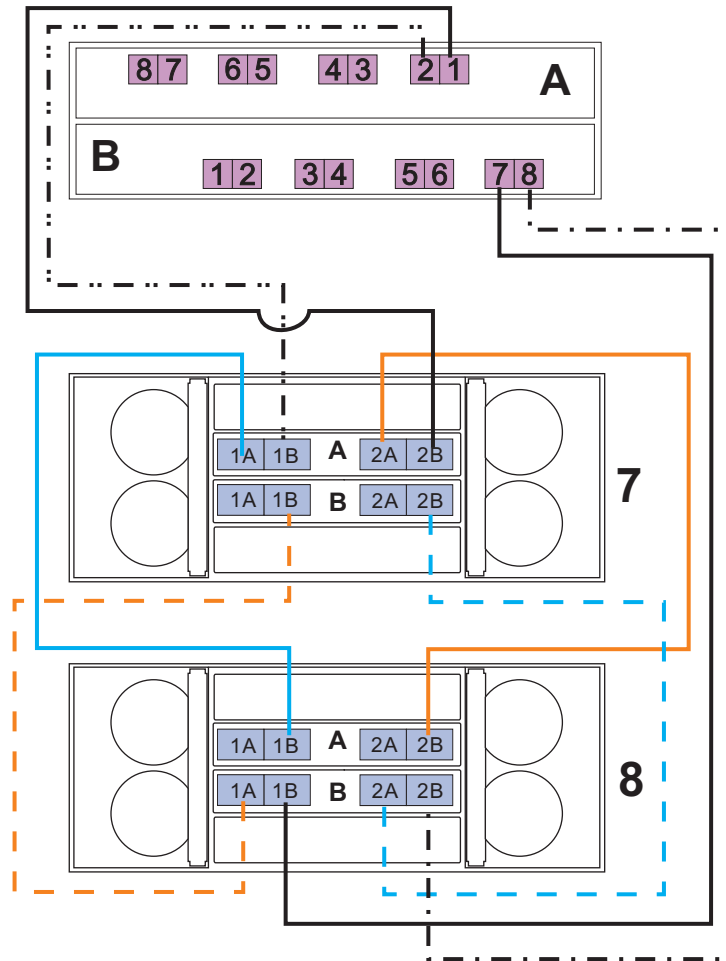

図 80. ドライブ側トランキングを使用した、8 つの EXP5060 のストレージ拡張エンクロージャー 7 および 8 のケーブル接続
- ストレージ拡張エンクロージャー 7 および 8 については、140 ページの図 80 および 141 ページの表 46 を参照してください。